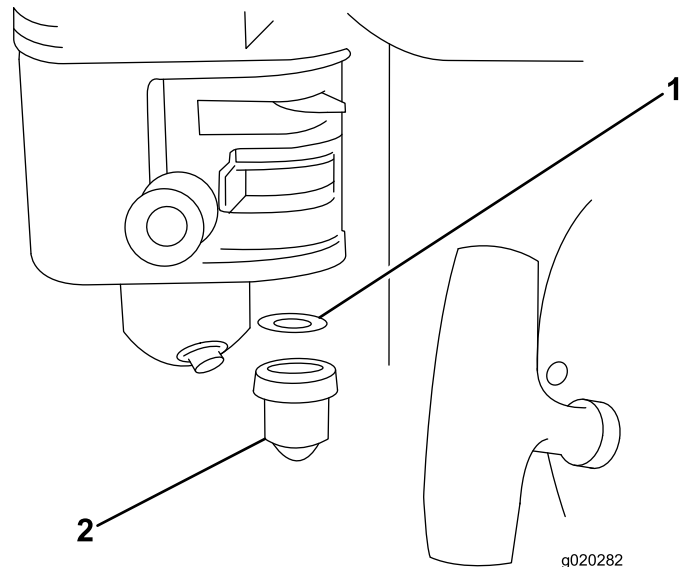

Figura 16
4. Retire la taza de sedimentos y la junta tórica (Figura 16).